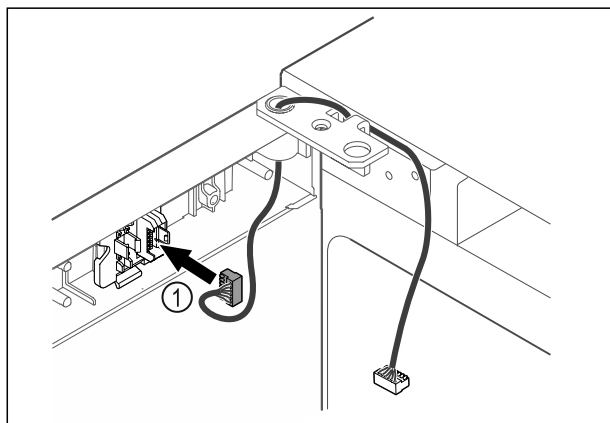

Fig. 41
- ▶ Wtyczkę Fig. 41 (1) należy włożyć w uchwyt wtyczki.